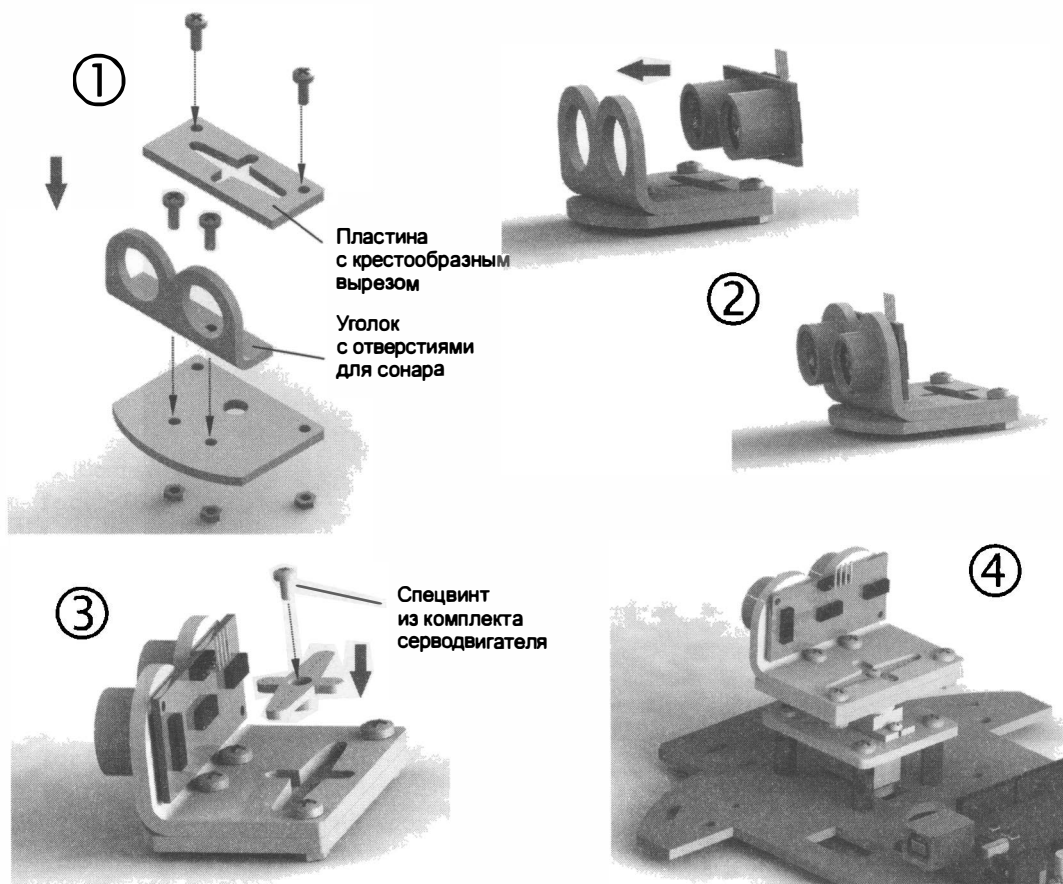

Рис. 10.8. Установка головы на робота
4. Сонар HC-SR04, установленный на серводвигатель, показан на рис. 10.8.